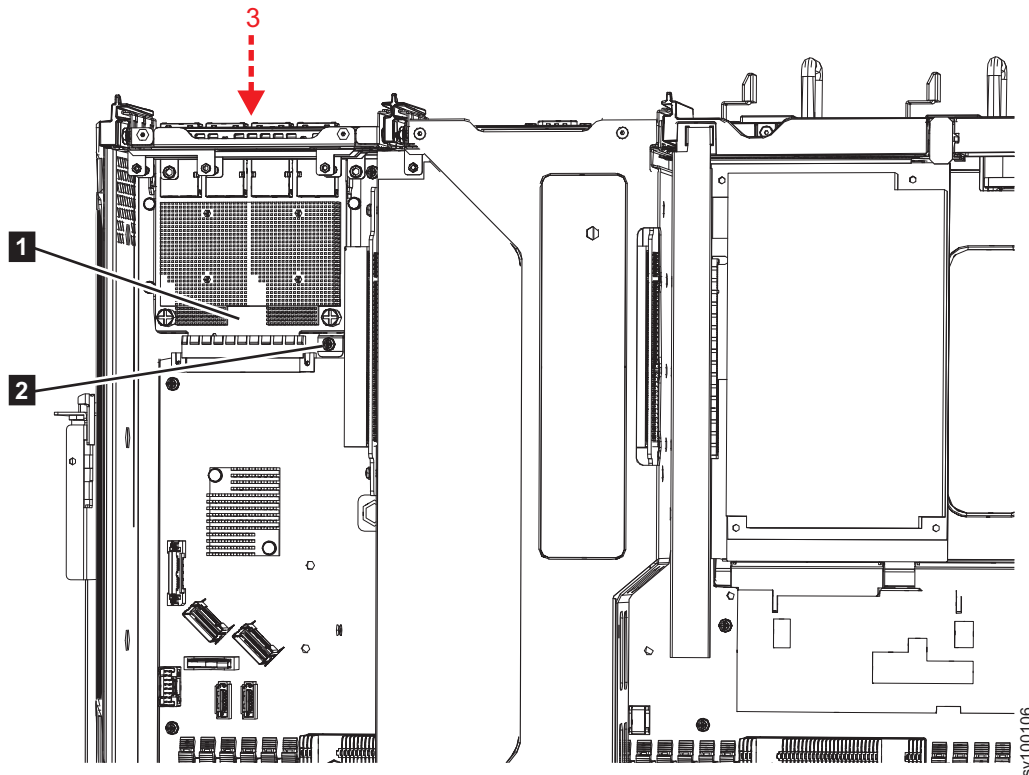

図 213. 2145-SV1 イーサネット・エッジ・ボードの交換
11. 図 213 に示されているように、新しいイーサネット・エッジ・ボードをノードの背面にあるポート穴 (**3**) に差し込みます。